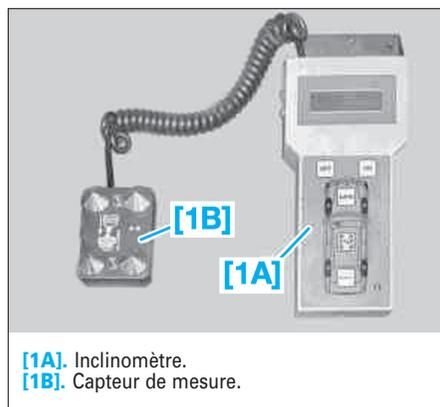

FIG. 1
- Contrôler le niveau du véhicule sur l'essieu avant et sur l'essieu arrière à l'aide de l'inclinomètre (Fig.1).
- [1]. Inclinomètre avec capteur (Fig.1).